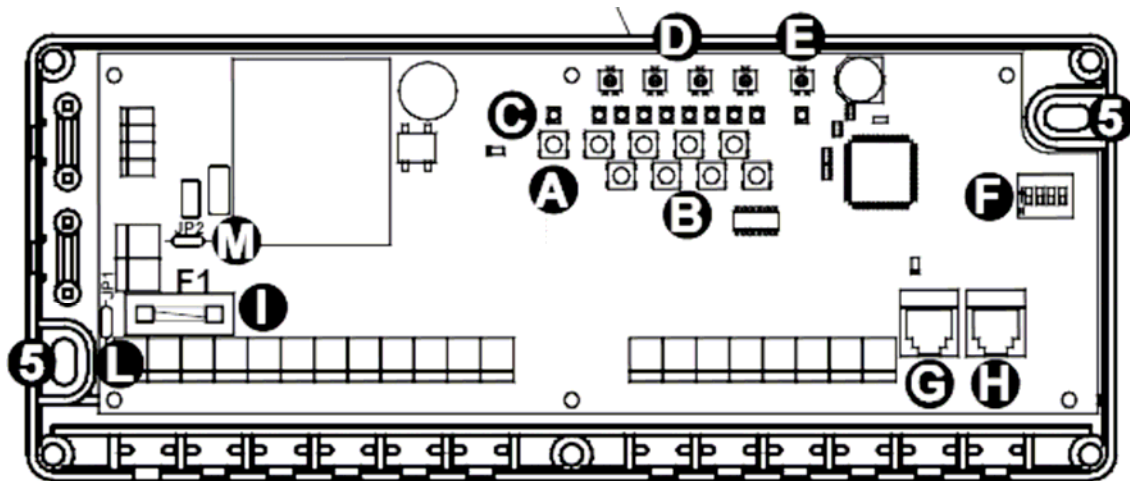

Fig. 2: Utstyringsenhetens kretskort, med dess byglar, säkring, DIP-switchar, etc.
- ♦ Tryck på associeringsknappen '**A**' (se fig 2), och *håll kvar den intryckt*